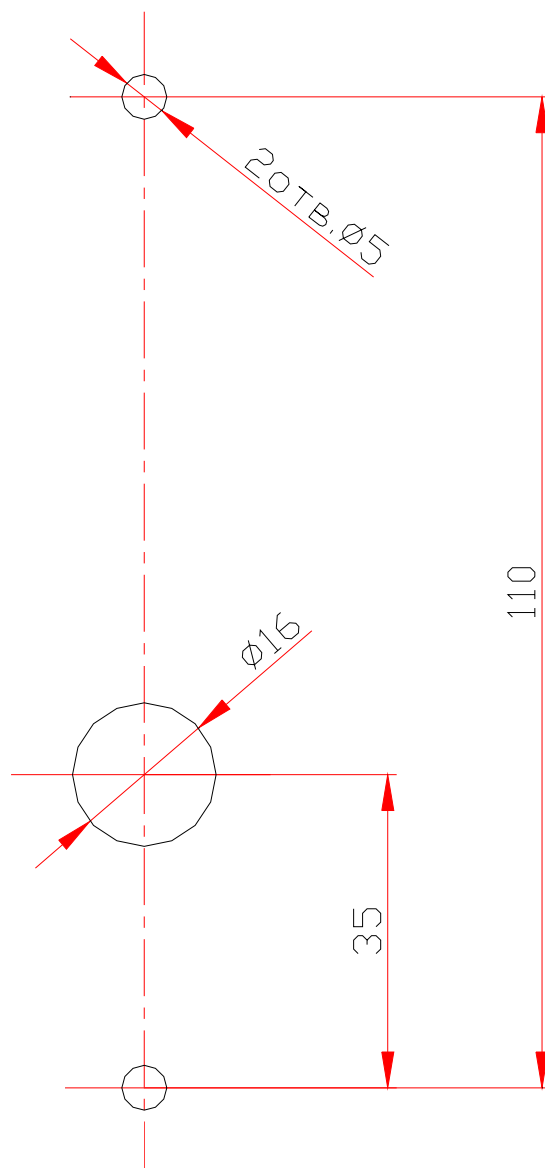

Рис. 3 Разметка отверстий для установки выносной антенны
3. Произведите разметку и разделку отверстий на установочной поверхности для крепления выносной антенны и для проводки ее кабеля (см. рис. 3).